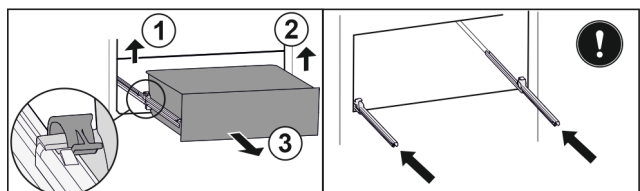

Fig. 38
- ▶ Приподнимите левый зажим и одновременно вытяните движением вперед выдвижной ящик слева. Fig. 38 (1)
- ▶ Приподнимите правый зажим и одновременно вытяните движением вперед выдвижной ящик справа. Fig. 38 (2)
- ▶ Извлеките выдвижной ящик движением вперед. Fig. 38 (3)